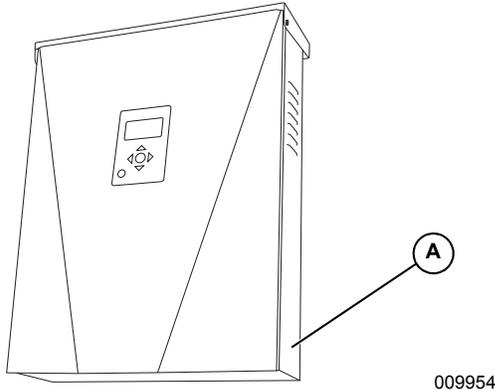

Figura 2-1. Ubicación del número de serie
Consulte la **Figura 2-1** para ubicar el número de serie de la unidad (A). Registre la información que se proporciona en esta etiqueta en la **Tabla 1: Información importante del inversor PWRcell de Generac** en el interior de la portada de este manual. Es posible que se le pida esta información cuando solicite asistencia.